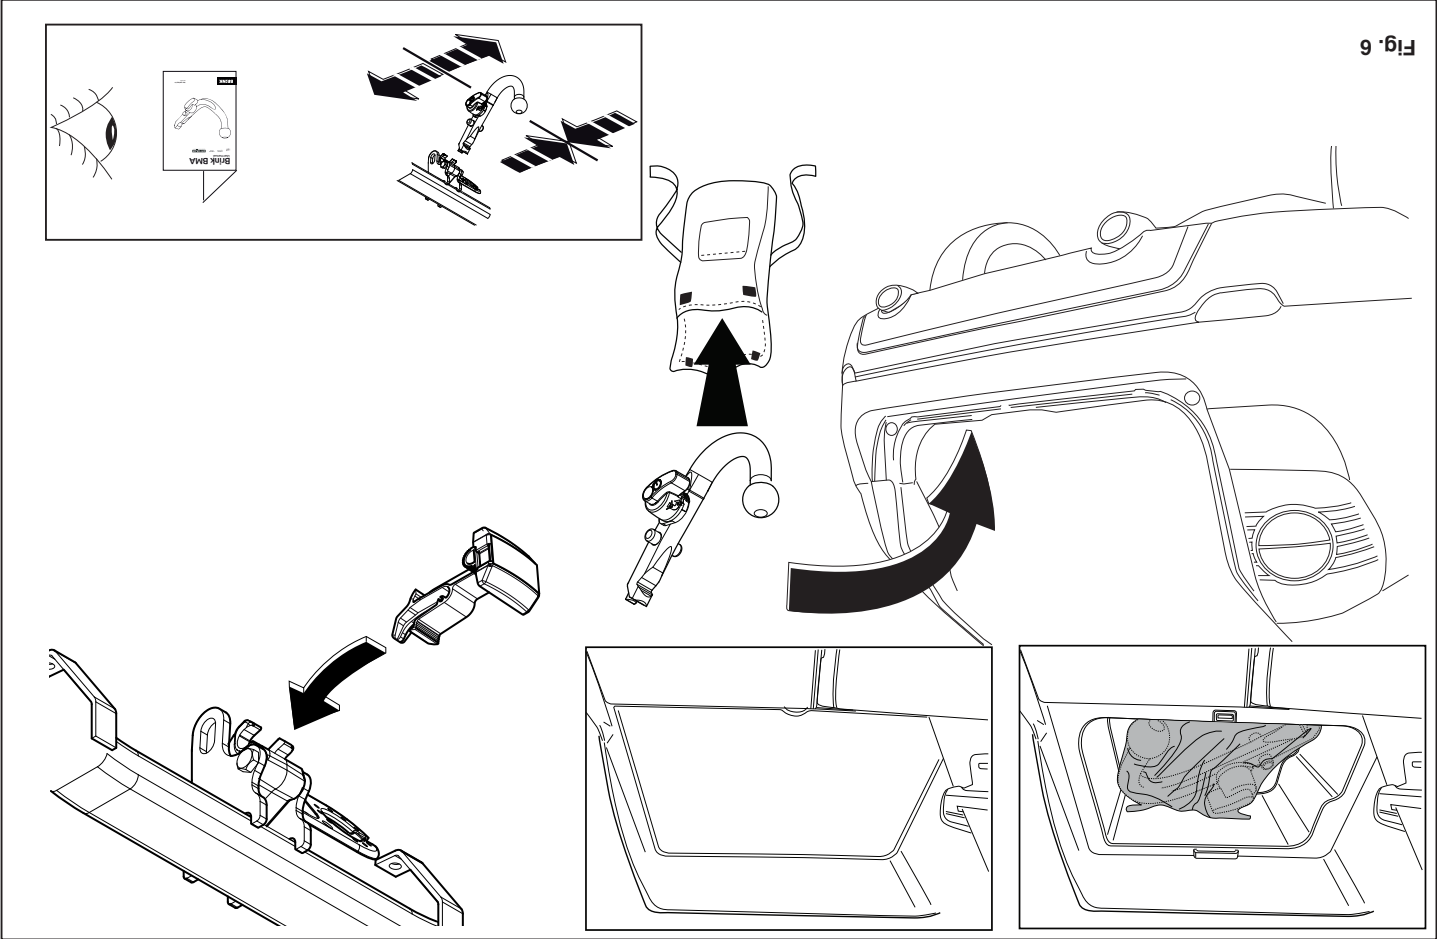

Fig. 6
19. After use the ball should be stowed away. See figure 6.
19. Nach Gebrauch muss die Kugel aufbewahrt werden. Siehe Abbildung 6.
20. Ranger la rotule après l'usage. Voir la figure 6.